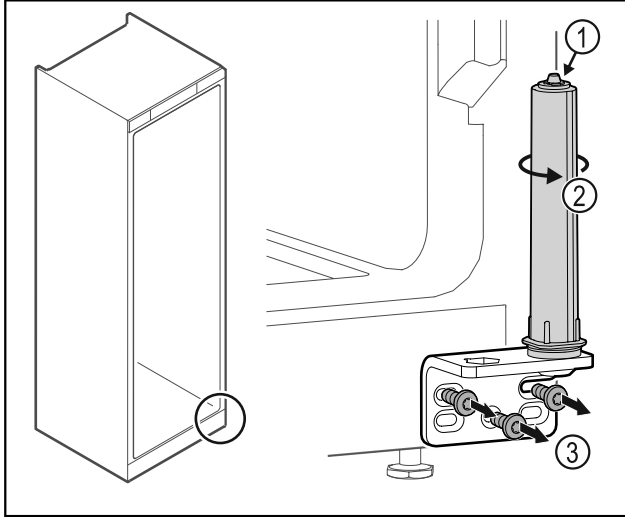

Fig. 37
- ▶ Deursluitsysteem niet uit elkaar halen Fig. 37 (1).
- ▶ Sluitsysteem Fig. 37 (2) draaien tot het klikt.
- ▶ Scharnierhoek Fig. 37 (3) losschroeven.